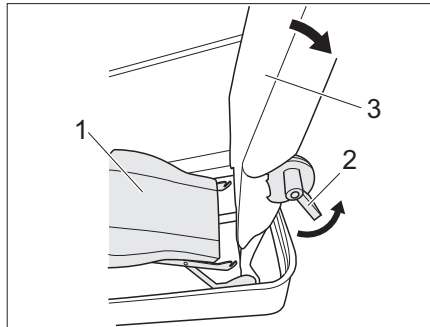
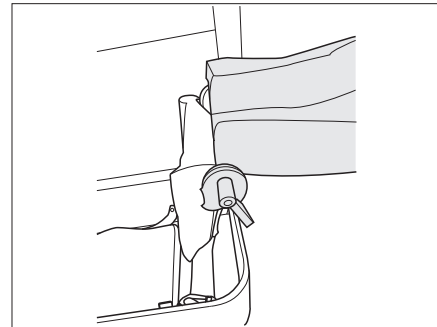

Fig. 211 Décrocher l'assise
Fig. 212 Dossier tourné à 90° vers l'arrière
- Décrocher l'assise (Fig. 211,1) et l'abaisser.
- Actionner le levier 1 (Fig. 211,2) et tourner le dossier (Fig. 211,3) à 90° vers l'arrière (Fig. 212).